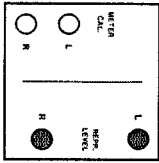

Fig. 6.4-7
- NF-Millivoltmeter an Ausgang OUT-PUT L (5) anschließen (1 V-Bereich), Testband auf Pegeltonfall (257 mdB/m) vorspielen.
- Mit dem Regler REPR LEVEL L (Fig. 6.4-7) eine Ausgangsspannung von 0,775 V einstellen.
- Connect audio millivoltmeter (1 V range) to OUTPUT L (5).
- Adjust trimpot REPR LEVEL L (fig. 6.4-7) to obtain an output level of 0,775 V.
- Raccordez un millivoltmètre BF à la sortie OUTPUT L (5) (échelle 1 V).
- A l'aide du réglage REPR LEVEL L (fig. 6.4-7), ajustez la tension de sortie à 0,775 V.